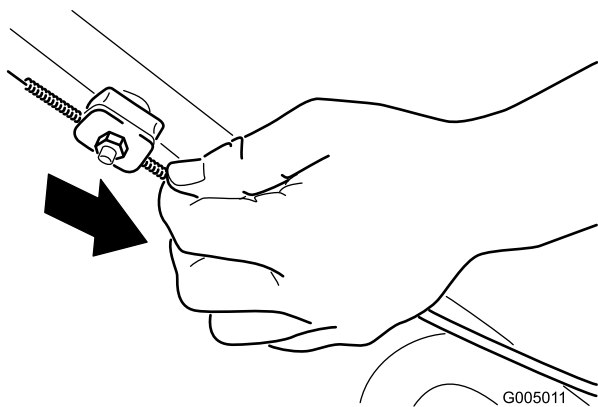

Рисунок 30
2. Вытягивайте оболочку троса (к газонокосилке), пока в тросе не появится слабина (Рисунок 30).